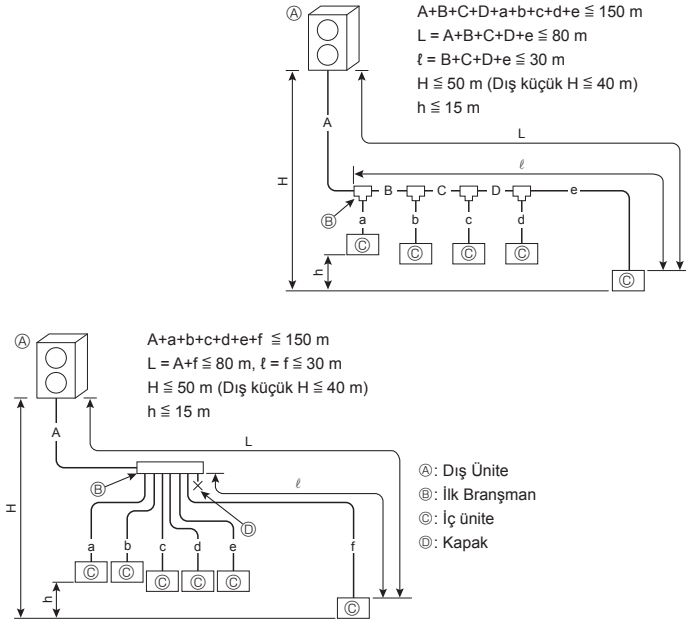

Fig. 4-1
4.1.1. Dağıtım kutusu olmadan bağlantı (Fig. 4-1)